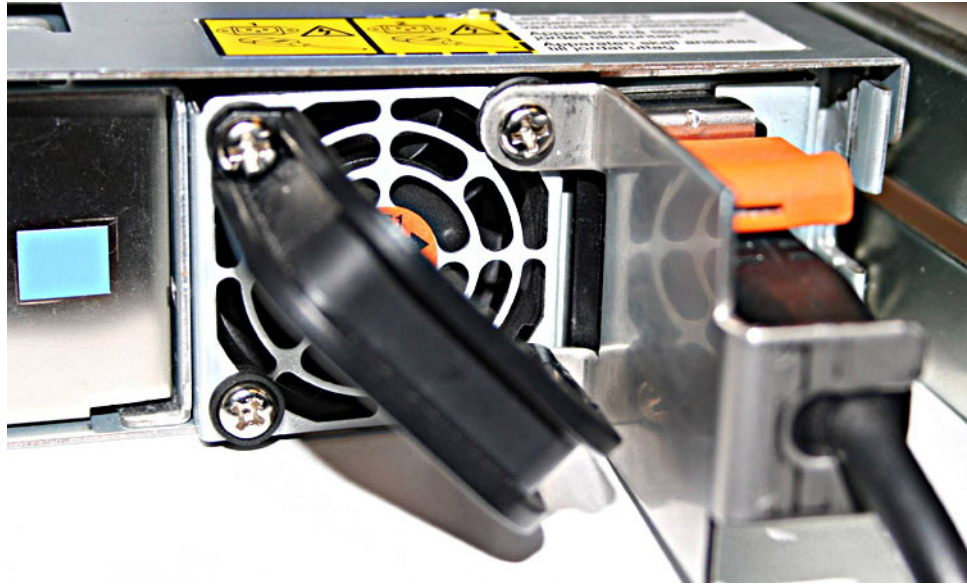

図 42. ケーブル保持ブラケットが取り付けられている SAN ボリューム・コントローラー 2145-8G4
1. ノードをパワーオフし、電源ケーブルを取り外し、64 ページの図 42 に示すように、電源機構ファン・ユニットを覆う背面板の右側の 2 つのねじ **1** を緩めて取り外します。
3. 64 ページの図 42 に示されているように、電源ケーブルがブラケット内のスロットを通るようにケーブル保持ブラケットの位置を合わせます。ブラケットのねじ穴を、2 つのねじを取り外した背面版の穴にそろえます。